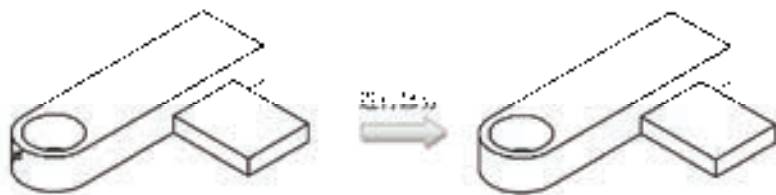

图 8-140 修剪图形
15) 修剪图形。单击“修改”面板中的“修剪”按钮, 对图形进行修剪, 如图 8-140 所示。